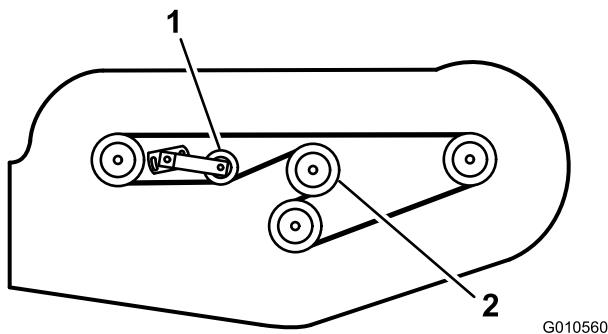

Figura 31
- Instale la correa nueva alrededor de la polea de la caja de engranajes, las poleas de los ejes, la polea tensora estacionaria y la polea tensora ajustable (Figura 31).